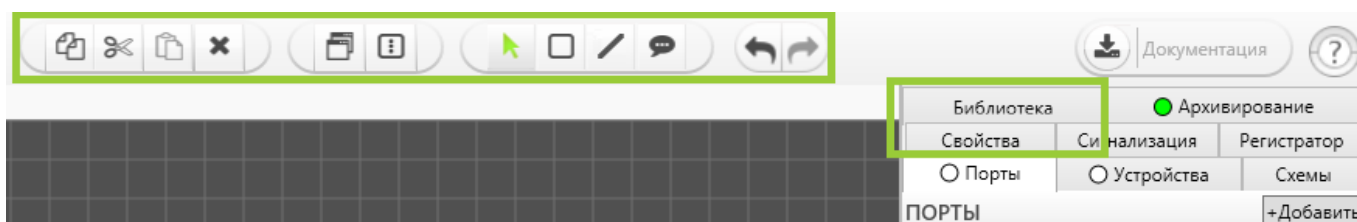

Рисунок 6.2 – Дополнительные элементы интерфейса в режиме «Редактор»
6.1.3 После верного ввода пароля в верхней области программы появляются дополнительные элементы интерфейса (рисунок 6.2):